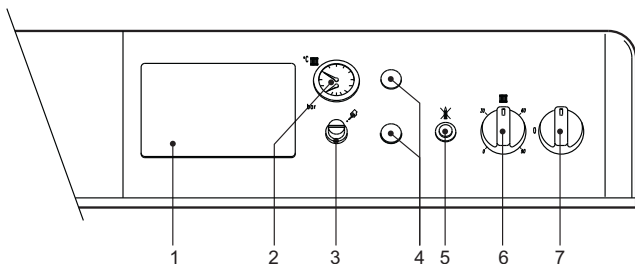

рис. 1 - Панель управления
- Переведите выключатель котла "7" в положение 1 (рис. 1).
Повернув ручку **6** на рис. 1 по часовой стрелке, температура воды в системе отопления повышается и наоборот. Температуру воды в системе отопления можно регулировать в пределах от 30° до 90°. Однако не рекомендуется эксплуатировать котел при температуре ниже 45°.
Задать с помощью термостата температуры воздуха в помещении нужную температуру внутри помещения. При поступлении команды от комнатного термостата котел выключается, обеспечивая нагревание воды в системе отопления до температуры, заданной регулирующим термостатом **6** di рис. 1. При достижении в помещении желаемой температуры котел выключается.